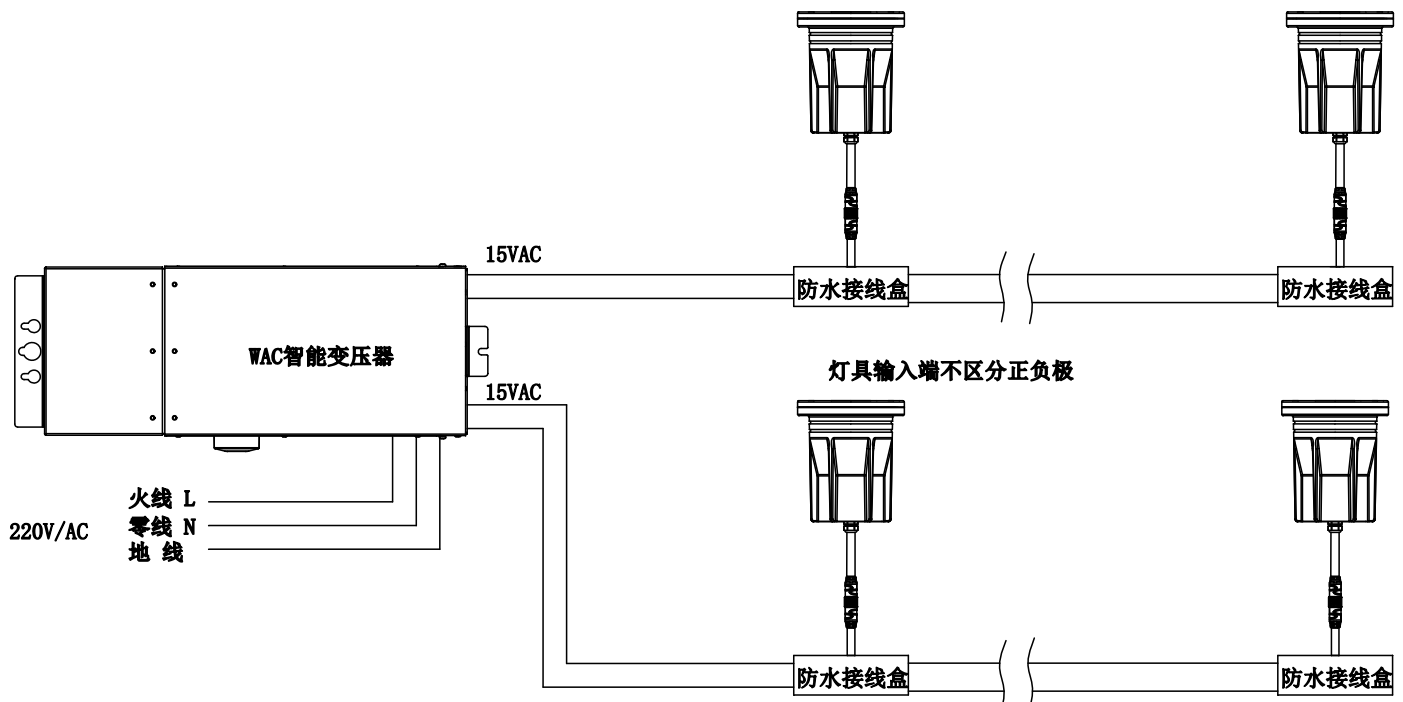

图 4
4. 将灯具电源线与WAC智能变压器接线（注意接线位置做防水处理），接线示意图参考<图4>；